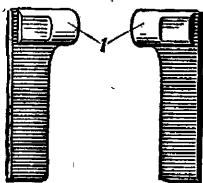

Рис. 17. Боевые упоры (правый и левый):
**Боевые упоры** (рис. 17) прочно соединяют затвор со ствольной коробкой в момент выстрела. С внутренней стороны боевые упоры имеют выступы, верхняя часть которых служит для разведения боевых упоров действием скосов утолщённой части ударника, а нижняя, полукруглая часть — для сведения боевых упоров действием скосов фигурного выема затворной рамы.